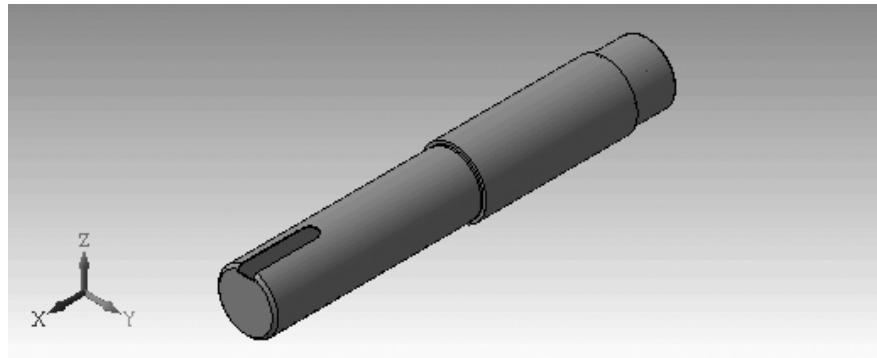

Рис. 2.100. Результат построения шлицевого паза на валу
- щелкните по кнопке **Показать все** или нажмите функциональную клавишу **F9**. Появится исходный вал, но уже с созданным шпоночным пазом (рис. 2.100).